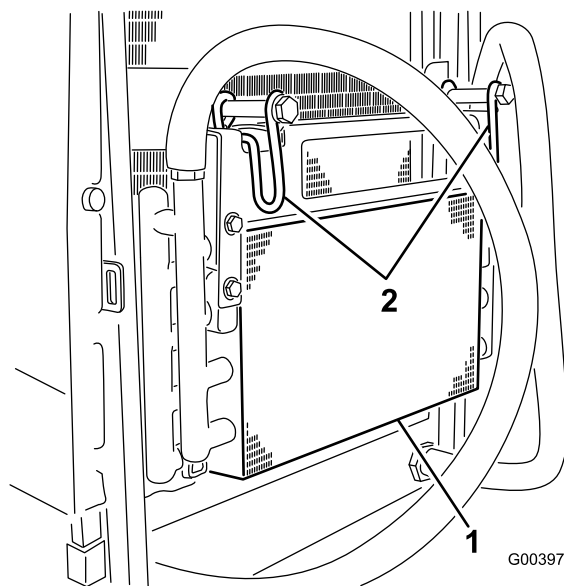

Figura 50
5. Articule os trincos para dentro para libertar o arrefecedor do óleo (Figura 50).